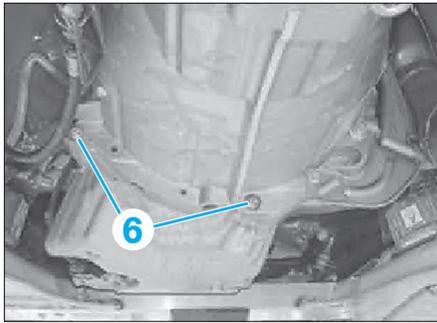

Fig. 6
- Déposer les vis (6) (Fig.6).